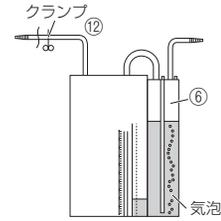

図4
- a. 連結チューブ⑭のコネクターと連結チューブの差込口④の接続は確実にされているか。
- b. 使用していない連結チューブの差込口④'はキャップ③で閉じられているか。
- 3) 胸腔ドレイン接続チューブ⑫をチューブ鉗子などでクランプする。吸引を続けると水封室（青色）内の気泡が徐々になくなり、吸引圧制御ボトル⑥水中（黄色）に気泡が発生する。気泡が断続的に出るように吸引量を調節する。（図4）